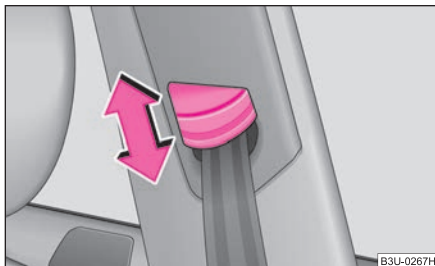

**Abb. 142 Vordersitz:
- Schieben Sie den Umlenkbügel in die gewünschte Richtung nach oben oder unten ⇒ **Abb. 142**.